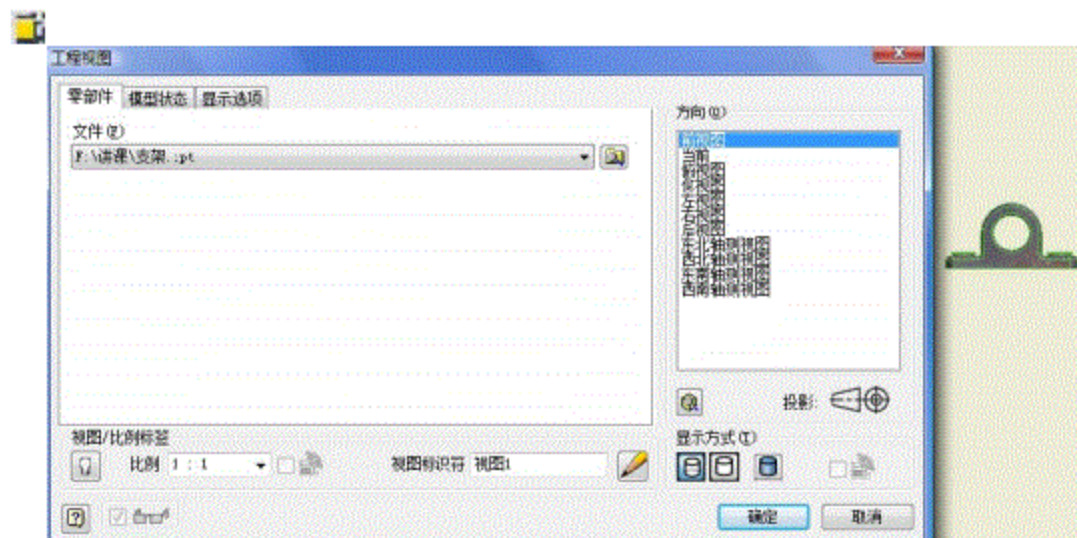

图5-9 “工程视图”对话框
2) 在工程图视图面板中,单击“基础视图”图标按钮,打开“工程视图”对话框,如图5-9所示。